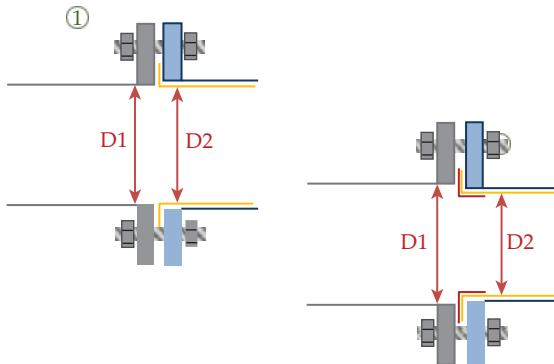

Рис. 1.12
В примере, показанном на рис. 1.12 показаны два разных размеров труб. С хорошо подобранными размерами (1), нет никакой разницы во внутреннем диаметре при сравнении расходомера и трубопроводом. Если внутренний диаметр прибора меньше по сравнению с трубопроводом (2), необходимы защитные устройства. Из – за возможных ошибок измерения, как правило, не рекомендуется использовать прибор с большим внутренним диаметром, чем труба.